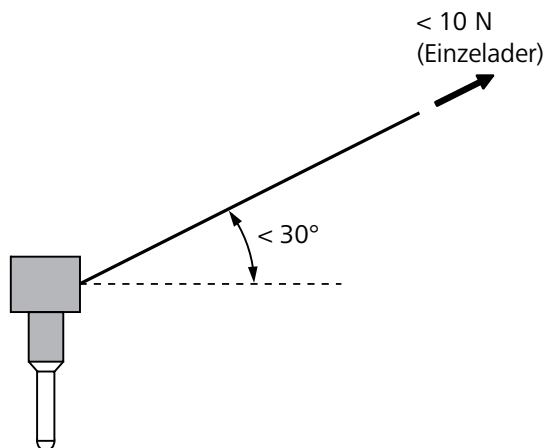

Abb. 904 Kabel Abgastemperatursensor
- zulässiger Biegewinkel des Kabels: max. 30° (siehe Abb. 904).
- zulässige Belastung max. 10 N je Einzelader des Kabels (siehe Abb. 904).